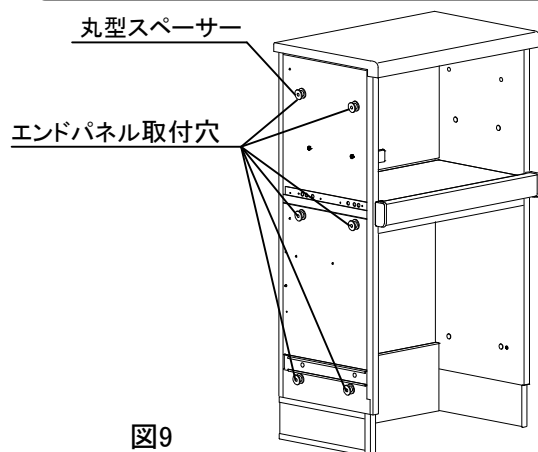

図9
- (1)側板の穴シールを取り剥がしてください。
- (2)側板の6ヶ所に、丸型スペーサーの穴を合わせて貼付けてください。(図9参照)